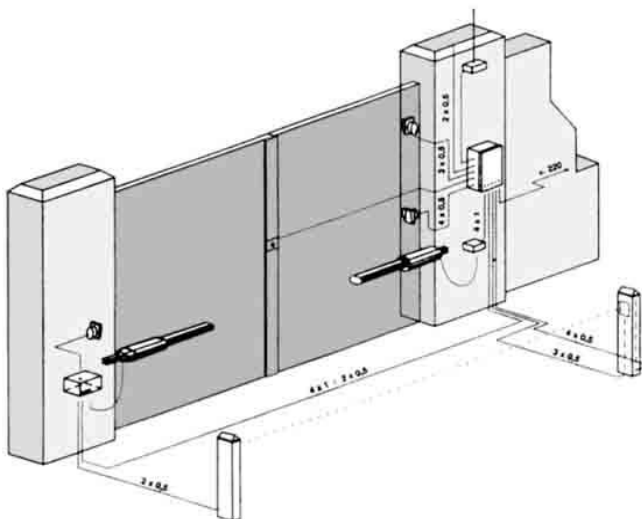

Fig.6
5. PREDISPOSIZIONE DELL' IMPIANTO ELETTRICO (Fig.6)